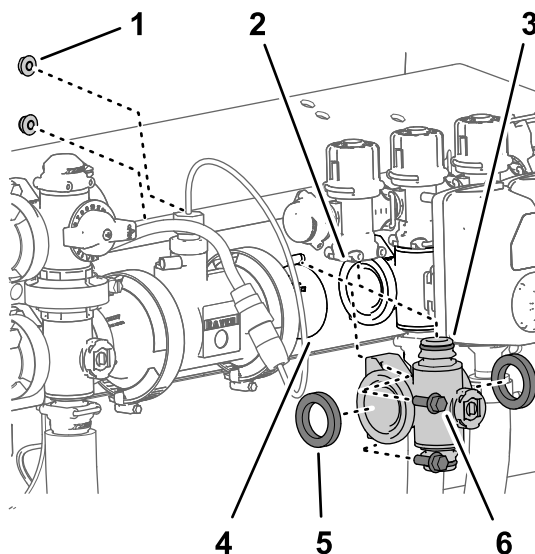
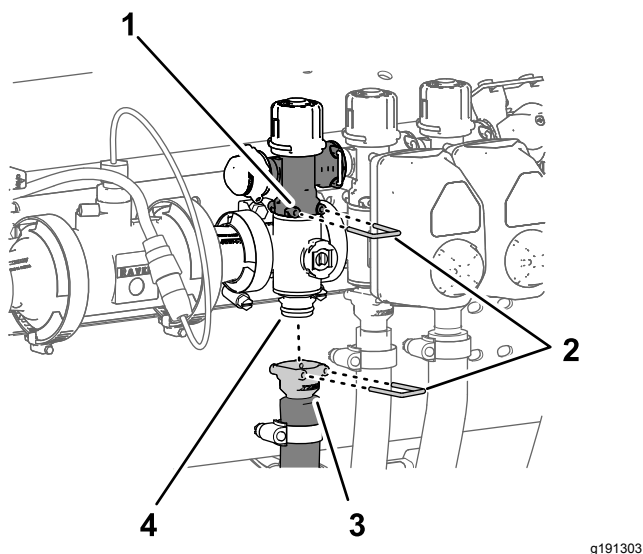

Рисунок 117
Рисунок 118
1. Совместите 2 прокладки, снятые при выполнении действий, описанных в разделе Демонтаж коллекторного клапана секции \(страница 92\), с фланцами коллектора клапана секции (Рисунок 117).
2. Совместите фланец коллектора клапана секции с фланцами другого клапана секции (клапанов секций) и/или переходного соединителя (Рисунок 117).
3. Вставьте быстроразъемный штуцер коллектора клапана секции в быстроразъемное гнездо перепускного клапана секции и зафиксируйте с помощью штифта быстроразъемного соединения (Рисунок 117 и Рисунок 118).
опору клапана (Рисунок 117) с помощью 2 болтов с фланцем (1/4 x 3/4 дюйма) и 2 фланцевых контргайк (1/4 дюйма), снятых при выполнении действий, описанных в разделе Демонтаж коллекторного клапана секции \(страница 92\).
8. Установите быстроразъемный соединитель шланга секции на быстроразъемный штуцер коллектора клапана секции и зафиксируйте при помощи штифта быстроразъемного соединения (Рисунок 118).